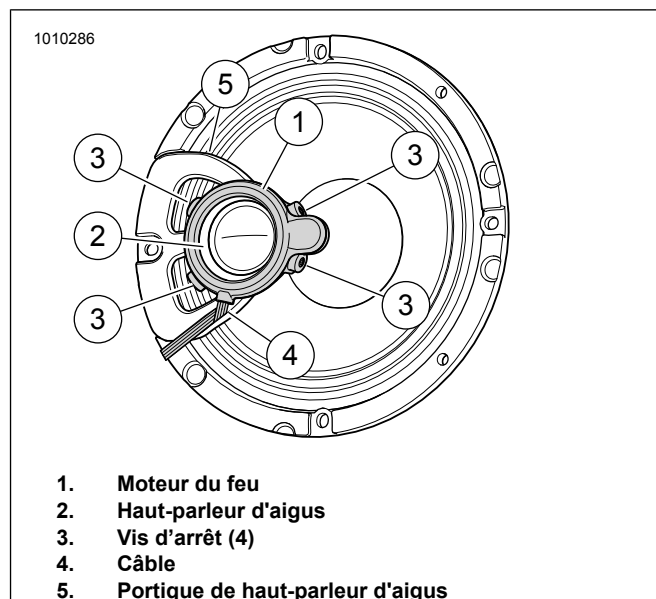

Figure 10. Haut-parleur, haut-parleur d'aigus, portique de haut-parleur d'aigus et feu DÉL
Voir la figure 10. Placer le moteur du feu (1) sur le haut-parleur d'aigus (2) comme illustré. Appuyer doucement sur le moteur du feu pour le mettre en place.